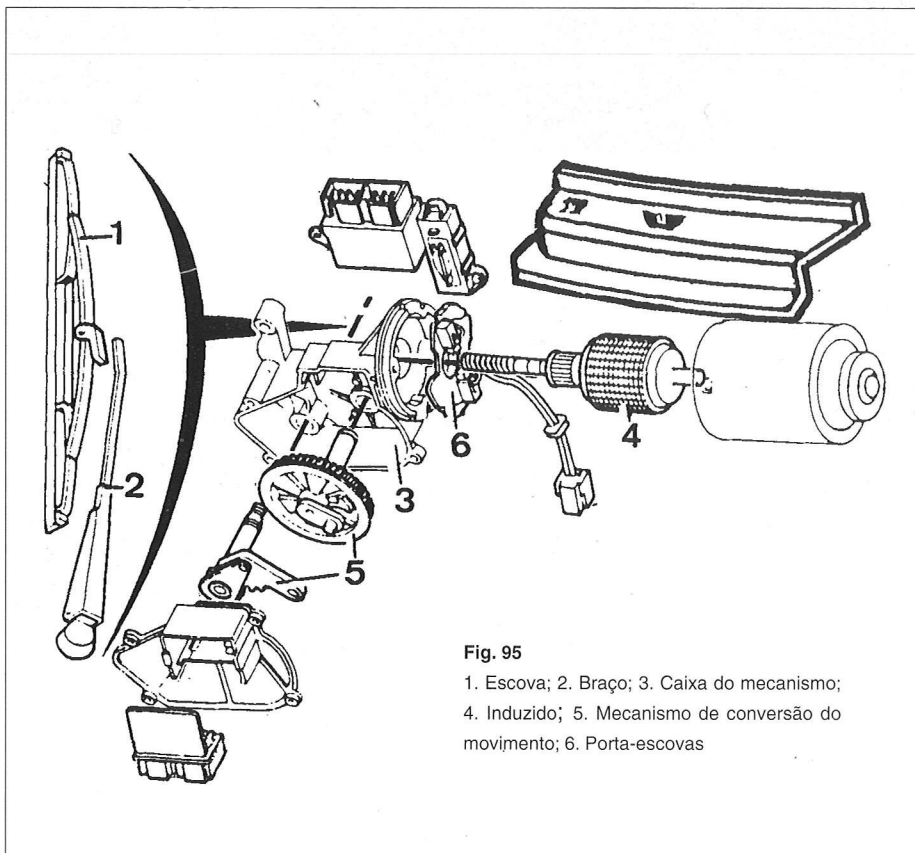

Fig. 95
9.2.3. LIMPA PÁRA-BRISAS (Fig. 95)